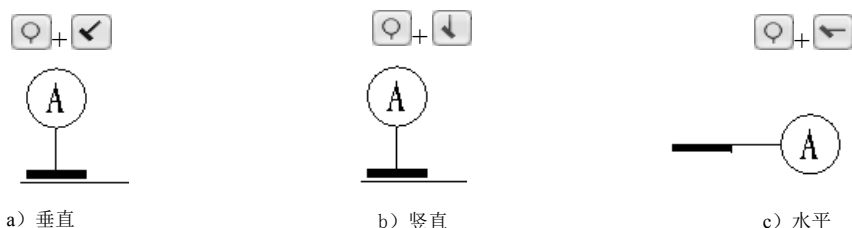

图 6.4.4 “圆形”基准特征样式
- ☒  (圆形) 按钮: 按下该按钮, 将激活以下三种基准样式: “垂直” 、“竖直”  和“水平” 。“圆形”按钮  与三种基准样式的组合如图 6.4.4 所示。